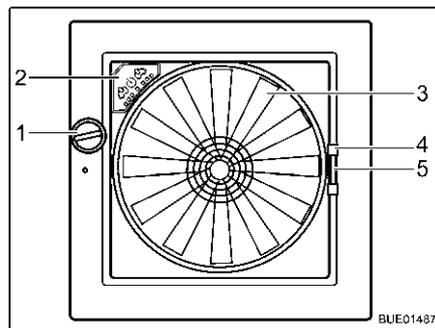

Fig. 71 Lanterneau Omni-Vent
**Ouvrir :** ■ Tourner le bouton rotatif (Fig. 71,1) jusqu'à ce que l'angle d'ouverture désiré soit atteint.
**Fermer :** ■ Tourner le bouton rotatif (Fig. 71,1) jusqu'à ce que le lanterneau soit entièrement fermé.
**Fermer :** ■ Tirer la moustiquaire par la poignée (Fig. 71,4) vers le côté de cadre opposé.
**Fermer :** ■ Presser la poignée (Fig. 71,5) du dispositif occultant.
**Ventilateur** Quand le lanterneau est ouvert, l'intérieur peut être aéré avec un ventilateur à 6 niveaux de puissance (Fig. 71,3). La commande du ventilateur s'effectue sur son panneau de commande (Fig. 71,2).